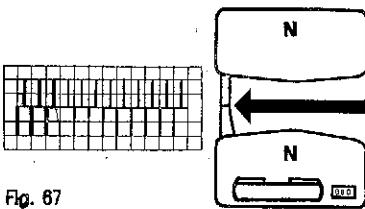

Fig. 67
**Siempre del lado contrario al carro.** Primero a la izquierda porque el carro está a la derecha, adelante y atrás ponga 3 agujas (no 4) en posición de trabajo. Recorra los resortes de orilla, Fig. 67